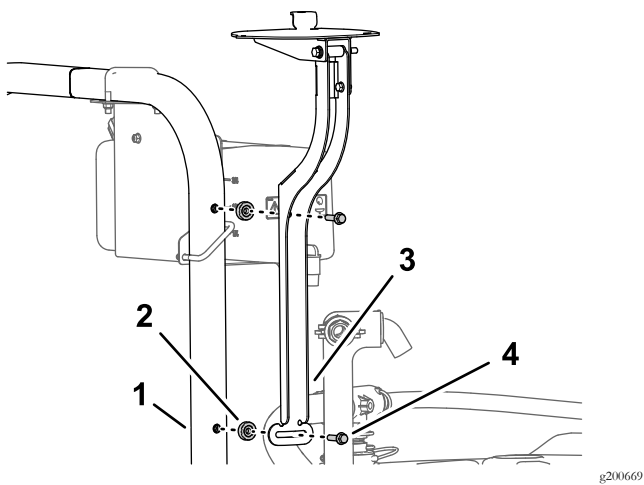

图154
1. 如 图154 所示用凸缘头螺栓 3/8 x 1-1/2 英寸将接收器安装支架和隔片 3/8 x 7/16 英寸安装到翻车保护杆上。